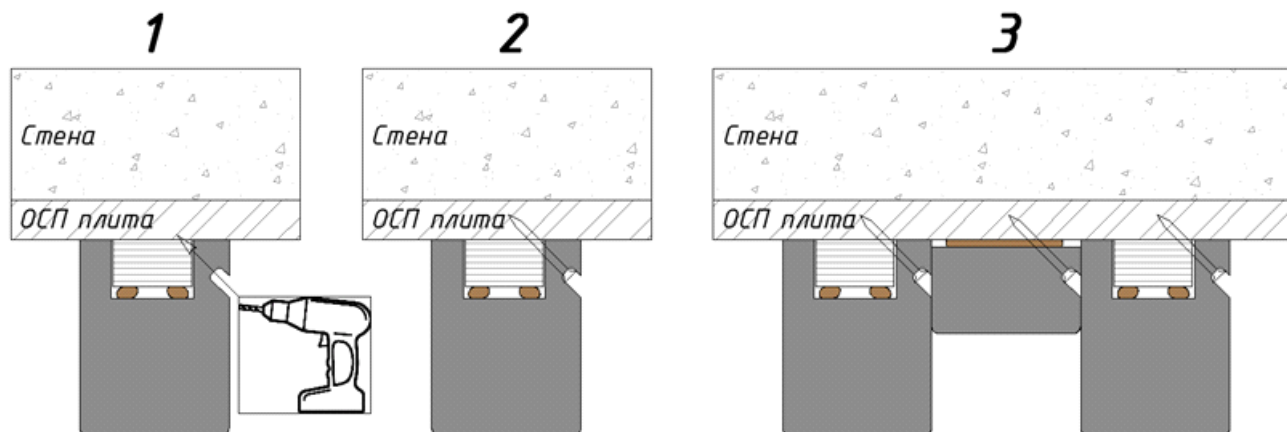
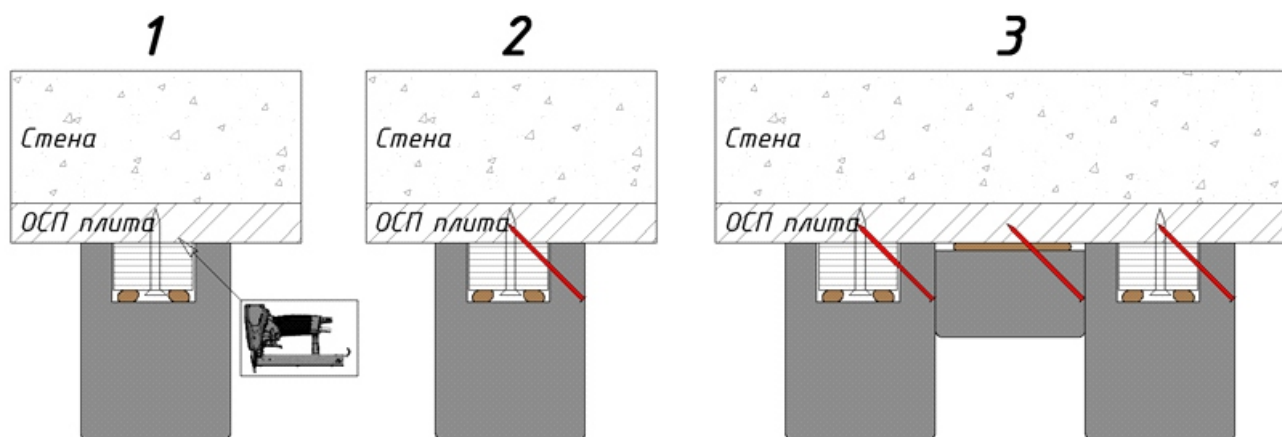

Рисунок 5. Крепление с помощью самореза и жидких гвоздей
Рисунок 6. Крепление при помощи шпилечника и жидких гвоздей
4. Если дополнительно используется декоративная рейка фоновая 22\*38\*2800 мм., то монтаж, в зависимости от основания, можно ускорить за счёт того, что эти элементы будут скрывать крепление. Если основание подготовленное, для крепежа можно использовать саморез с предварительной зенковкой сверлом — чтобы спрятать шляпку самореза (Рис. 5). Более удобным альтернативным вариантом может быть пневмопистолет со шпильками (Рис. 6)